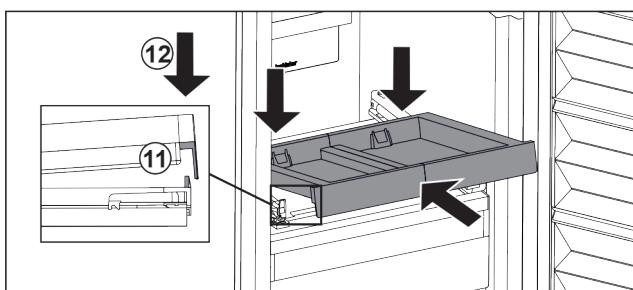

Fig. 26
► Вставьте, наклоня вниз. Обратите внимание на то, чтобы на обеих сторонах упор был за накладкой. Fig. 26 (11)
- Снимите выдвижную панель спереди. Fig. 26 (12)